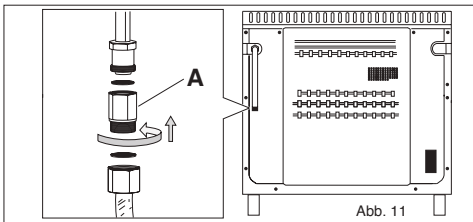

Abb. 11
2) mit einer flexiblen Edelstahlleitung mit einem mechanischen Anschluss gemäß den geltenden Vorschriften (siehe Abb. 11).
WARNUNG: schließen Sie das Gas an die Gasversorgung des Backofens mit dem mitgelieferten Anschluss (A) an (siehe Abbildung 11)